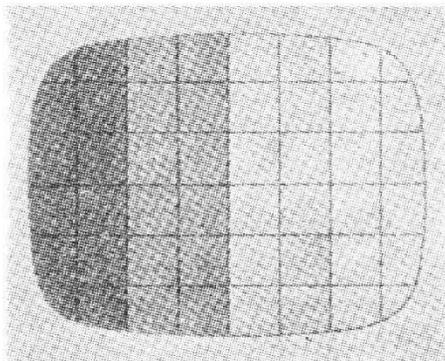

Fig. 2
b) Les réglages de linéarité verticale et de linéarité horizontale (réglages 3 et 6) ne doivent être faits que sur la mire électronique (quadrillage) ; voir figure 2. Sous aucun prétexte, ils ne doivent être retouchés sur une image ou une vue fixe quelconque, les caméras ou monoscopes n'étant pas toujours eux-mêmes linéaires !
2° La mire électronique (fig. 2) transmise ensuite, toujours accompagnée d'un son à 1 000 Hz, ou parfois de musique enregistrée. Cette mire permet de régler le format de l'image dans le rapport 3/4, sans débordement excessif du cache placé devant l'écran. Elle permet également de vérifier les linéarités horizontale et verticale, et d'ajuster les réglages de contraste et de lumière pour une bonne reproduction des demi-teintes. Les cadrages horizontal et vertical peuvent également être effectués sur cette mire.